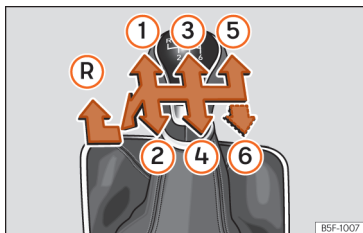

Fig. 228 Schema di un cambio manuale a 5 marce o a 6 marce.
Nella leva selettoria sono indicate le posizioni delle marce »» **fig. 228**.
basso, muoverla a fondo a sinistra e quindi in avanti »» **fig. 228** (R).